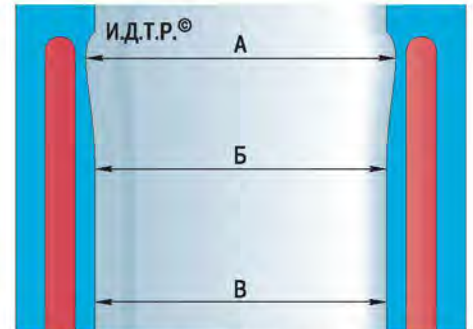

Рис. 5.7. Схема измерения цилиндров: А – пояс наибольшего износа; Б – зона измерения после растачивания и хонингования; В – пояс наименьшего износа
3. Определите нутромером фактические диаметры цилиндров. Диаметр цилиндра измеряйте в трех поясах (рис. 5.7). В каждом поясе диаметр измеряют в двух взаимно перпендикулярных направлениях (продольном и поперечном). В зоне над поясом А (на расстоянии 5 мм от плоскости разъема с головкой блока) цилиндры практически не изнашиваются. По разнице размеров в этой зоне и в остальных поясах можно судить об износе цилиндров. Номинальный диаметр цилиндра для двигателя А16DMS равен  $(79 \pm 0,25)$  мм, для двигателя Х20SED –  $(85,975 \pm 0,25)$  мм. Овальность и конусность для двигателя не должны превышать 0,0065 мм. Если максимальное значение износа больше 0,15 мм или овальность превышает указанное значение, расточите цилиндры до ближайшего ремонтного размера поршней (увеличенного на 0,25 или 0,50 мм), оставив припуск 0,03 мм на диаметр под хонингование. Затем отхонингуйте цилиндры, выдерживая такой диаметр, чтобы при установке выбранного ремонтного поршня расчетный зазор между ним и цилиндром был 0,03 мм. Дефектовку, расточку и хонингование блока проводите в мастерских, располагающих специальным оборудованием.